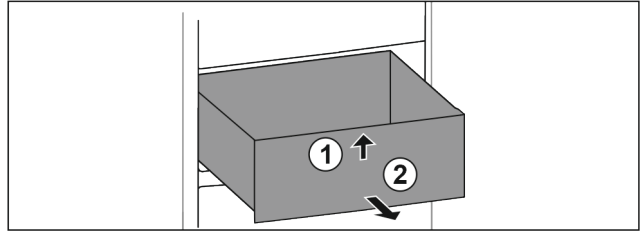

Fig. 66
- ▶ Çekmeceyi ön tarafından kaldırın. Fig. 66 (1)
- ▶ Çekmeceyi öne doğru çıkartın. Fig. 66 (2)